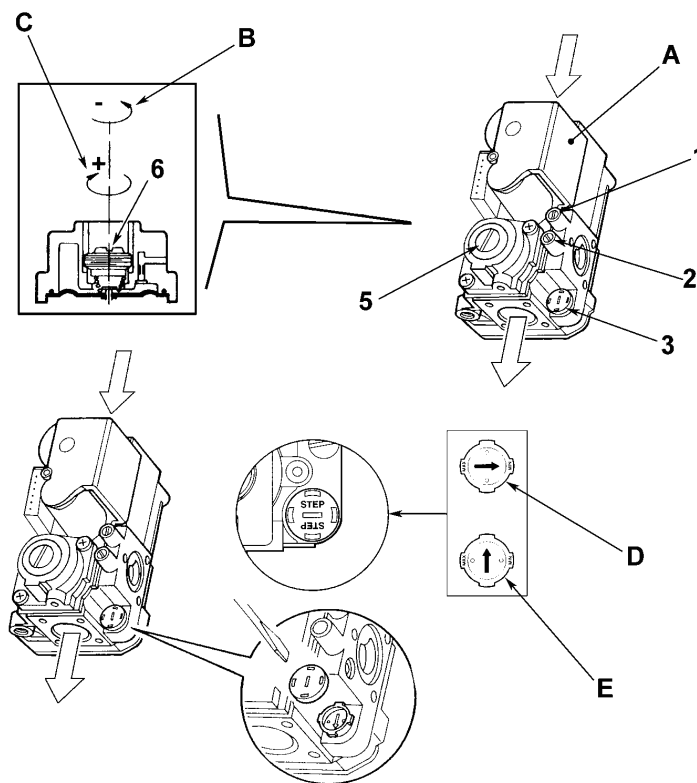

рис. 19 - Переналадка котла на другой вид газа
#### Настройка газового клапана (рис.19)
2. Снимите с газового клапана заглушку 3 (рис. 19). С помощью отвертки установите «СТУПЕНЬ» розжига на основании выбранного для работы газа (G20 или G31); установите заглушку на место.
- Стравите воздух из газопроводных труб через штуцер отбора давления 1 газового клапана ( рис. 19).